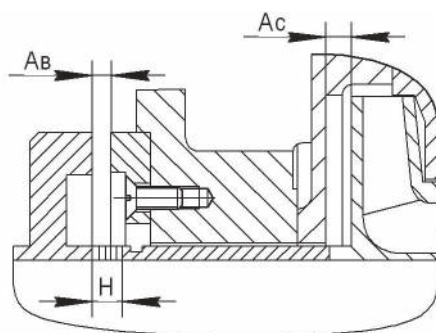

Рис.2.5 Ротор смещен в сторону всасывания.
14. Сдвинуть ротор насоса в сторону всасывания до отказа и измерить расстояние A_v между кольцом гидравлической пяты 19 и диском гидравлической пяты 18 (рис.2.5).